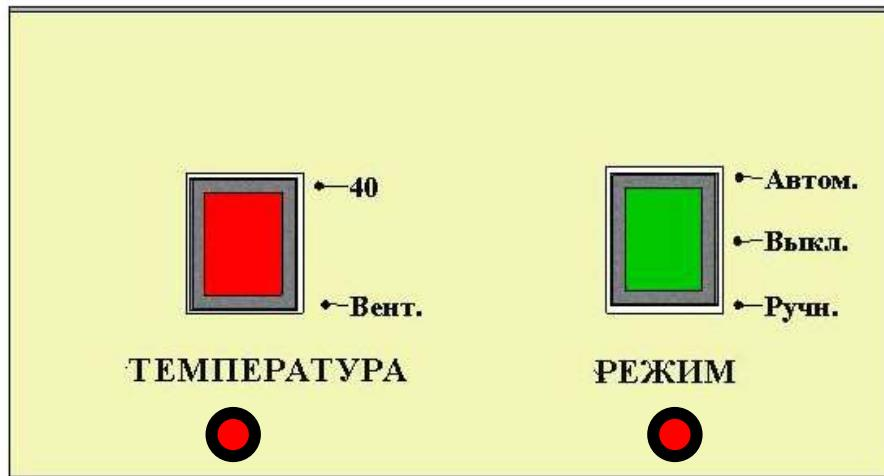

Рис. 5 Панель управления.
5.1. На рис.5 представлена панель управления изделием с переключателями режимов работы и световыми индикаторами.